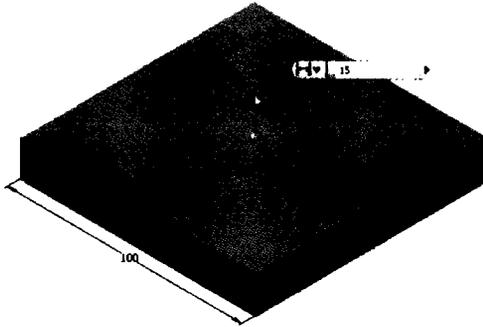

Рис. 3.15. Значение в диалоговом окне будет обновляться, когда вы будете перемещать стрелку направления
5. Щелкните и перетащите стрелку в конце выдавливания до тех пор, пока на мини-панели не появится 15, или, когда подсветится значение в мини-панели, введите 15 (рис. 3.15).